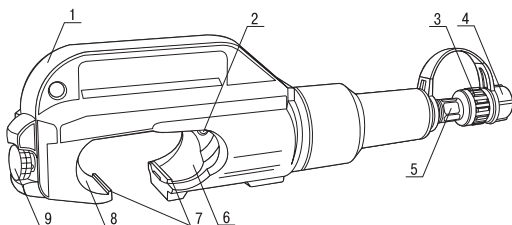

Рисунок 1
3.3 Нажмите на кнопку 2 (смотри рисунок 1) и установите полуформу 6 матрицы по направляющим 7 в головку 1 пресса (номер матрицы должен соответствовать номеру наконечника).